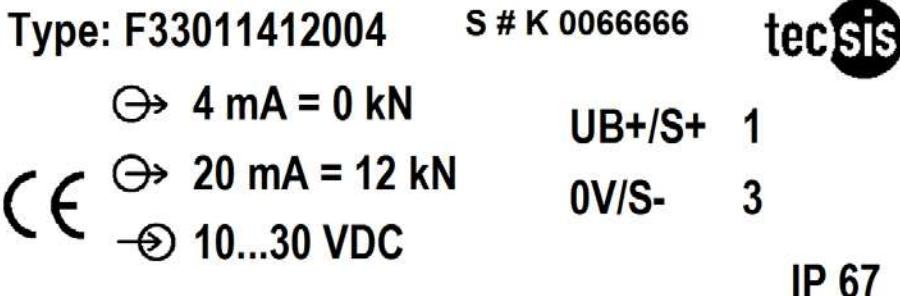

Abb. 1 Beispiel: Typenschild Standardversion – 1 x Anschlussstecker Ausgangssignal 4...20 mA
- Das Ausgangssignal ist auf dem Typenschild (Abb. 1 bis 3, S. 10) vermerkt.
- Die Belegung der Anschlüsse ist ebenfalls auf dem Typenschild (Abb. 1 bis 3, S. 10) und im Abschnitt „Elektrischer Anschluss“ zu finden. Es ist stets auf die richtige Polung zu achten.
Die Anschlussbelegung des Steckers oder des Kabels sind dem Typenschild (Abb. 1 bis 3, S. 10) zu entnehmen. Wenn nicht anders vereinbart finden standardmäßig folgende Belegung Anwendung.